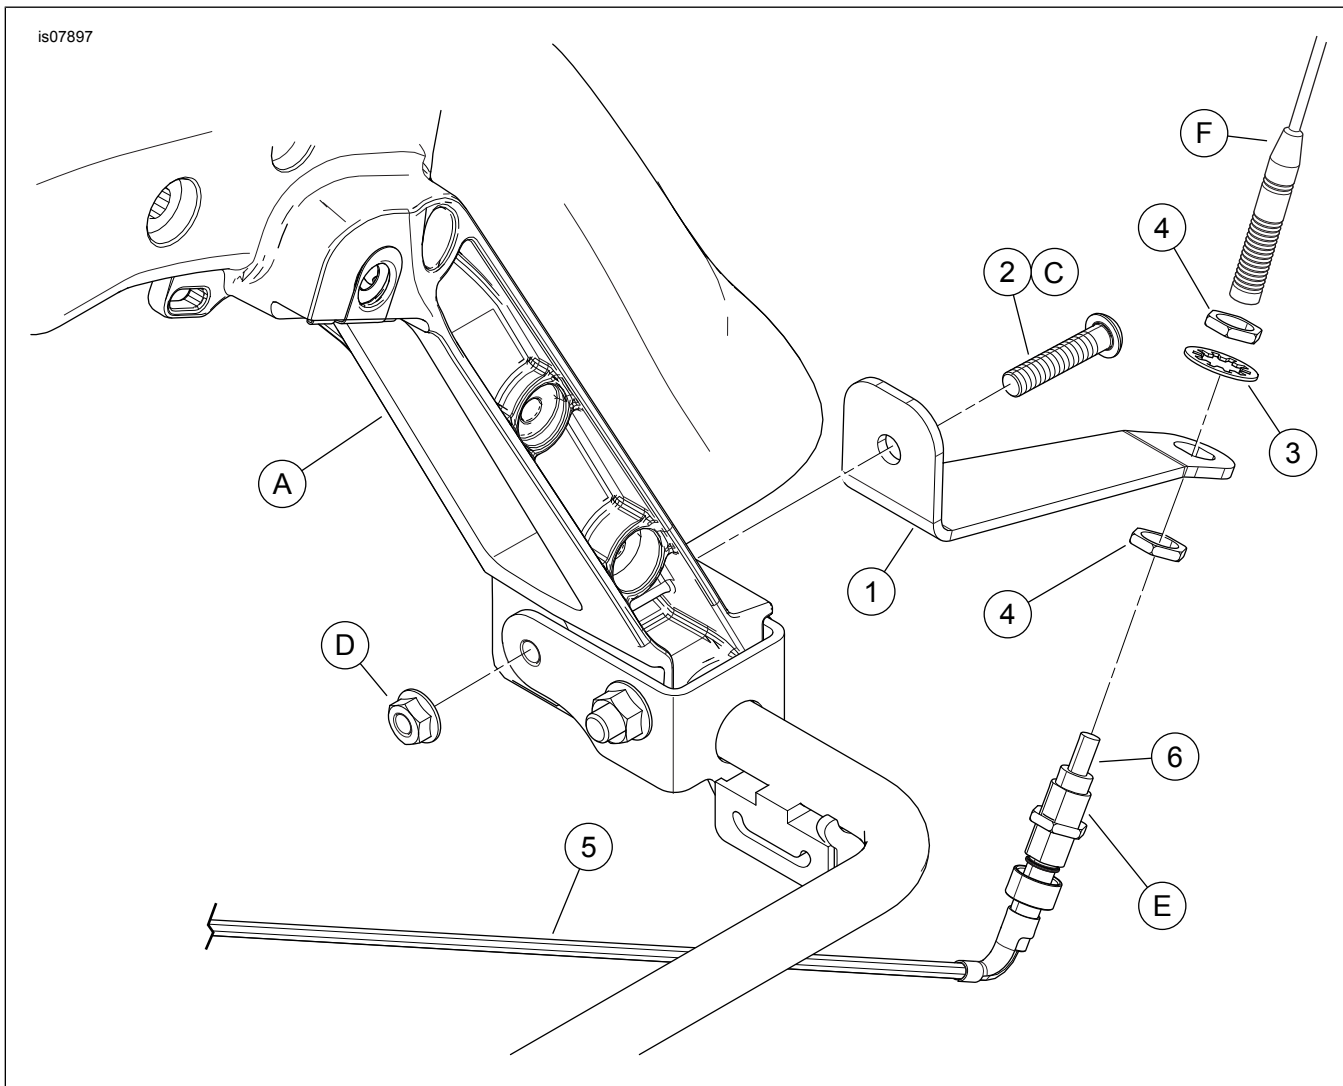

Figura 1. Peças de reposição, kit de reposicionamento da antena
Veja Figura 1 e Tabela 1.
3. **Para TODOS os modelos:** Veja Figura 1. Remova o parafuso TORX interno (C) e a porca (D) que fixam a barra de suporte inferior do alforje (B) no suporte do para-lama traseiro (A). Descarte o parafuso.
4. Pegue um **novo** suporte de montagem da antena (1) e o parafuso de cabeça abaulada (2) do kit.
5. Posicione o suporte da antena como mostrado no lado traseiro da barra de suporte inferior do alforje (B).
6. Pela traseira, insira as roscas do parafuso (2) atrás do suporte da antena, da barra de suporte do alforje e do suporte do para-lama traseiro.
8. Pegue a base do mastro da antena (conjunto de juntas, item 6), a arruela de pressão com dentes internos (3) e duas porcas hexagonais finas (4) do kit.
9. Instale a base do mastro da antena na extremidade de 90 graus do conjunto de cabo da antena (5). Instale uma porca nas roscas maiores (E) da base do mastro da antena.
11. Coloque a arruela de pressão nas roscas maiores (E).
12. Instale a segunda porca hexagonal (4) nas roscas da base do mastro da antena. Coloque uma chave na porca superior. Aperte a porca inferior com torque de 8 N·m (6 ft-lbs).